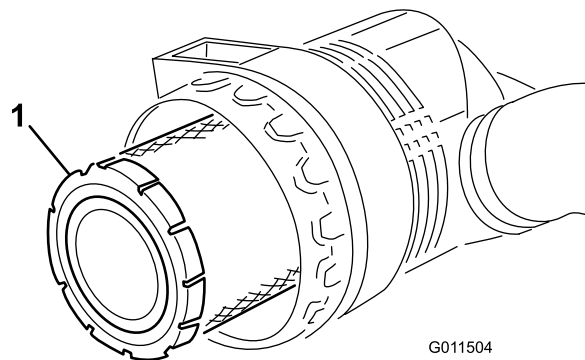

Bild 56
3. Entfernen und wechseln Sie den Hauptfilter aus (Bild 56).